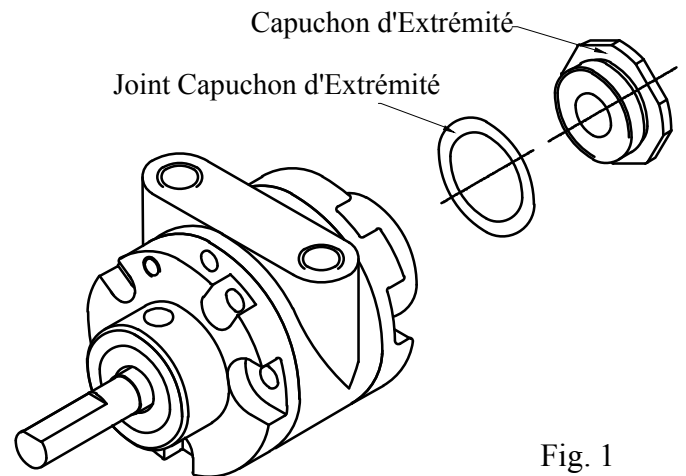

Fig. 1
- Utilisez la clé de la bonne taille pour retirer délicatement l'embout du moteur avec le couple d'environ 25lb-pied. Et puis, retirez le joint d'embout. Reportez-vous sur la figure .1.